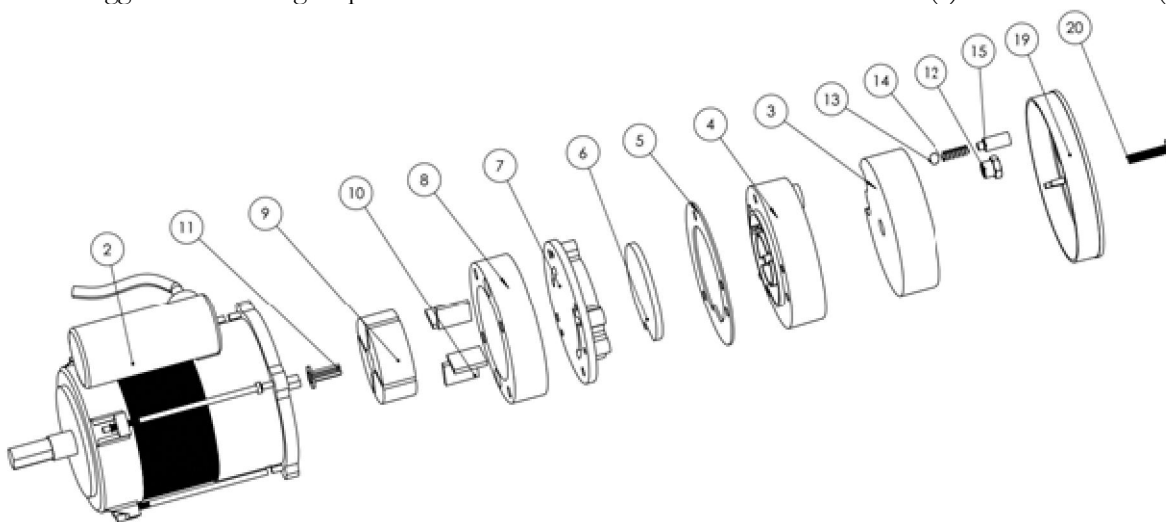

Fig.2
Pulire i filtri aria. Rimuovere il filtro e il coperchio (11), lavare il filtro di aspirazione (10) usando un detergente non aggressivo e asciugare prima di reinstallarlo. Sostituire il filtro di mandata (9) una volta l'anno (Fig.2)